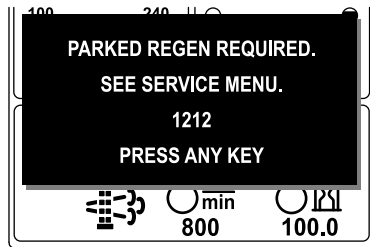

Figura 49
- Richiesta di rigenerazione parcheggiata ADVISORY #1212 (Figura 49)